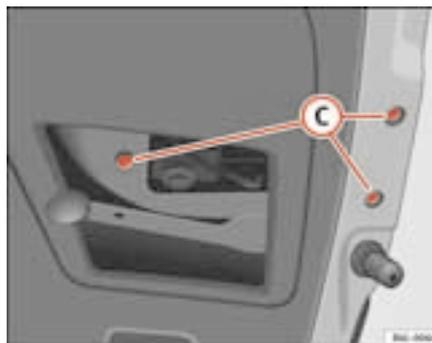

Fig. 157 Luz traseira na tampa do porta-bagagens ▶
- Extraia os parafusos (C) ⇒ página 228, fig. 157 e desligue a ficha.